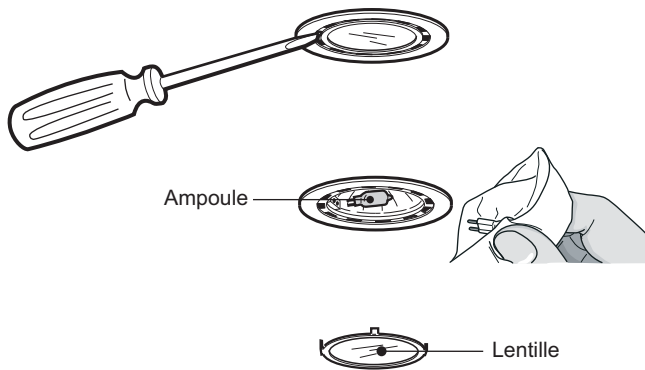

Figure 8 : Remplacement des ampoules halogènes
1. À l'aide de la lame d'un tournevis plat ou d'un outil équivalent, détachez les lentilles de protection en faisant levier, comme illustré sur la Figure 8.